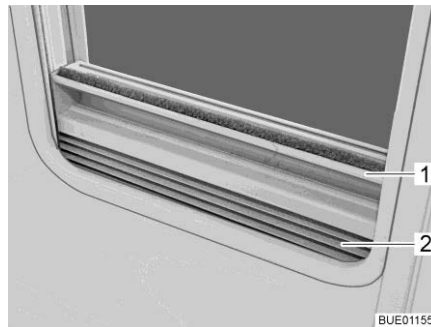

Bild 55 Plisségardin
- Stänga:** ■ Ta tag i mitten på plisségardinens (Bild 55,2) list (Bild 55,1) och drag den nerifån och upp och släpp loss den vid önskad höjd. Plisségardinen stannar på denna höjd.